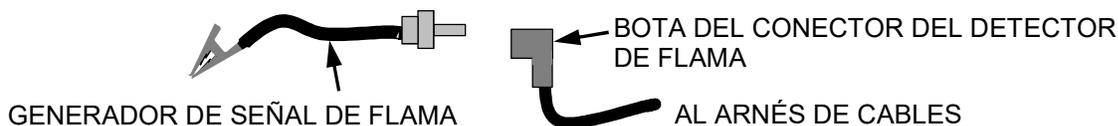

Figura 5-7: Realización de la conexión del generador de señal de flama
- b) Presione el botón **BACK** (regreso) tres (3) veces para regresar al menú del nivel superior.
- c) Cuando el Controlador C-More entre en la fase de encendido, mostrará el mensaje **IGNITION TRIAL** (prueba de encendido). En ese punto, adhiera la pinza de conexión (ver Figura 5-7) a alguna superficie en la que el metal se encuentre expuesto o a